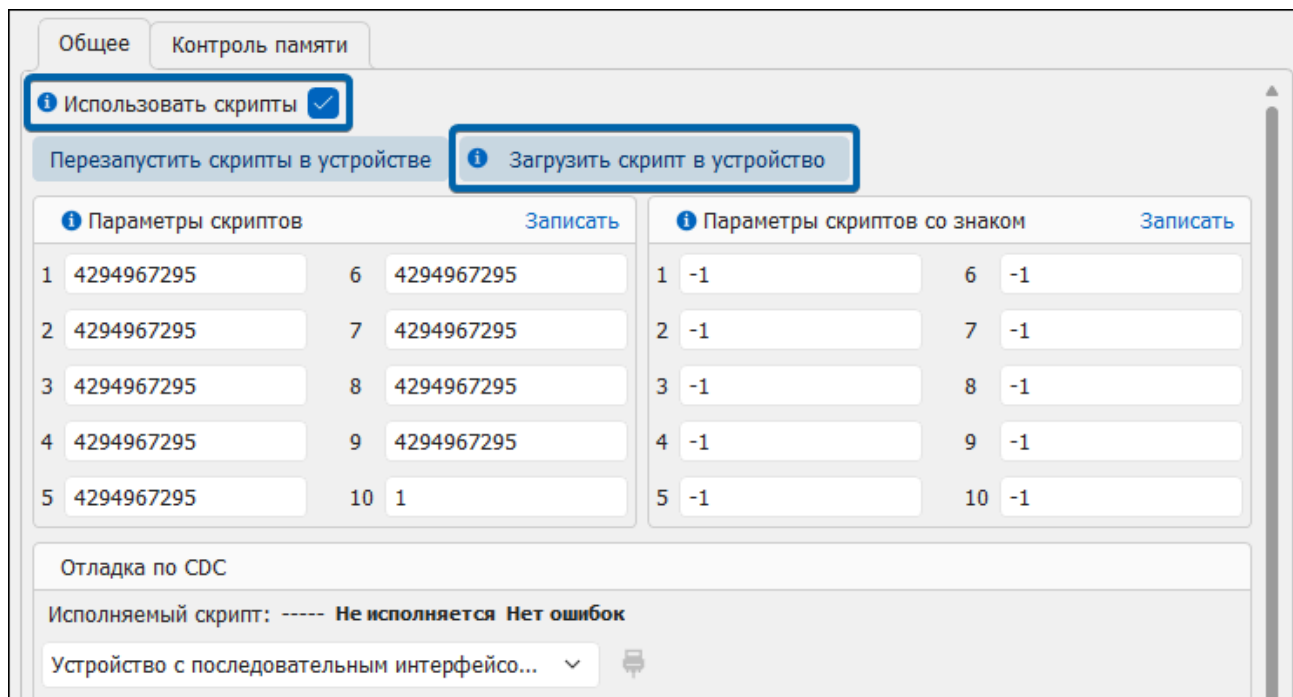

Рис.5. Загрузка файла скрипта
3. Нажмите в рабочей области кнопку «Загрузить скрипт в устройство» (Рис.5), выберите в открывшемся окне **файл скрипта** `.amx` или `.agx` и нажмите кнопку «Открыть». Выбранный файл будет помещен в директорию `MCUSCRIPTS` терминала.
- через конфигуратор — нажмите кнопку «Перезапустить скрипты в устройстве» в рабочей области раздела настроек «Т.Скрипт» (Рис.5).